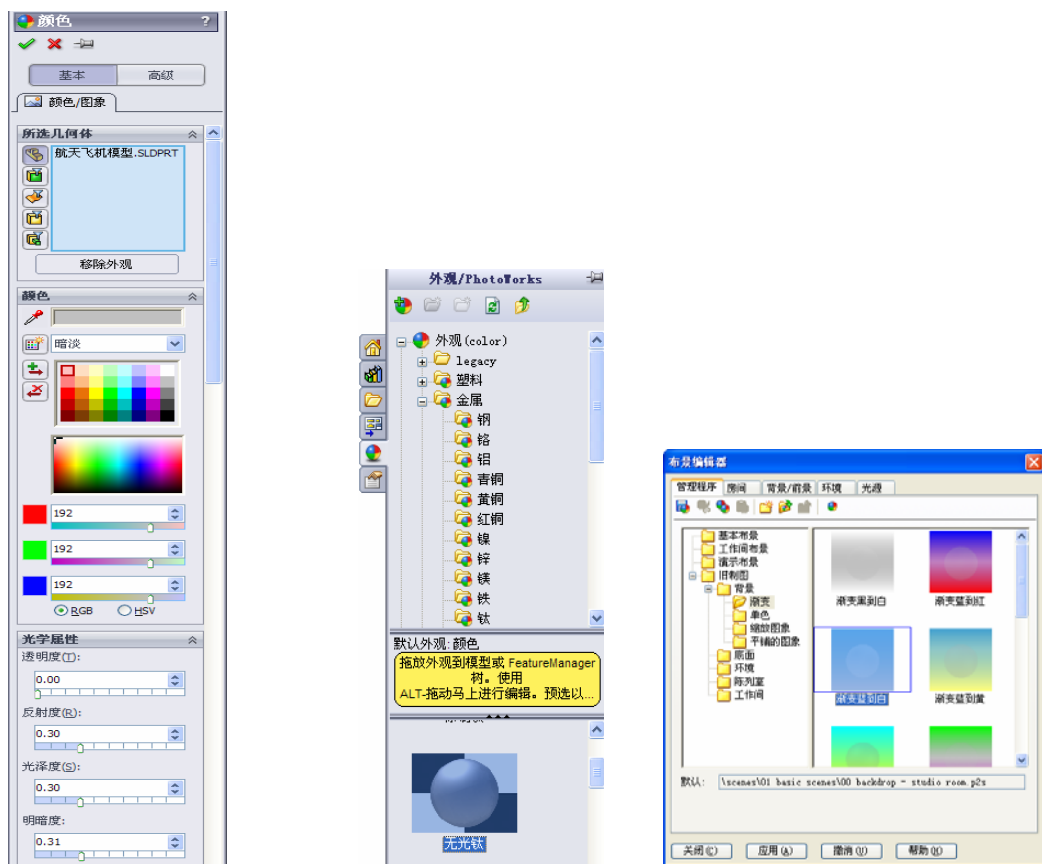

图 8-97 “颜色”属性管理器 图 8-98 “外观/PhotoWorks 项目”任务窗格 图 8-99 “布景编辑器”对话框
① 设置航天飞机外观。单击“PhotoWorks”工具栏中的“外观”按钮  外观(A)，此时系统弹出如图 8-97 所示的“颜色”属性管理器，先选择主要颜色，然后通过调节三基色控标微调设置的色。单击“确定”按钮 ，将所选择的颜色应用到航天飞机中。在颜色
属性管理器中，单击“外观”属性管理器中，根据实际情况，设置基本选项卡中透明度、反射度、光泽度、明暗度；高级选项卡中表面粗糙度、照明度等，如图 8-97 所示。单击“确定”按钮，将所做的设置应用到航天飞机中。